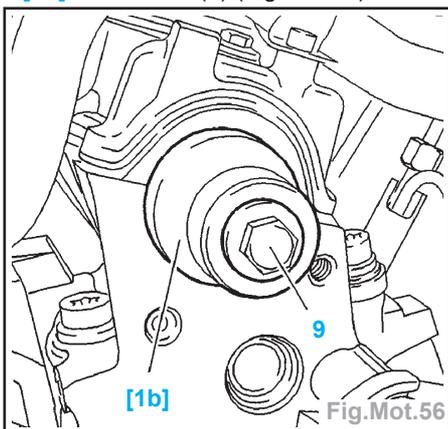

Fig.Mot.56
- le couvre-culasse inférieur (12),
- le couvre-culasse supérieur (13) (avec déshuileur intégré).
- Accoupler la durit (11).
- Reposer un joint neuf à l'aide de l'outil [1b] et de la vis (9) (Fig.Mot.56).